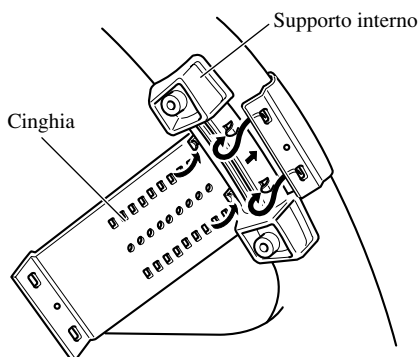

Fig. 8
1. Assicurare il supporto interno alla circonferenza interna del volante con la cinghia. (Fig. 8)